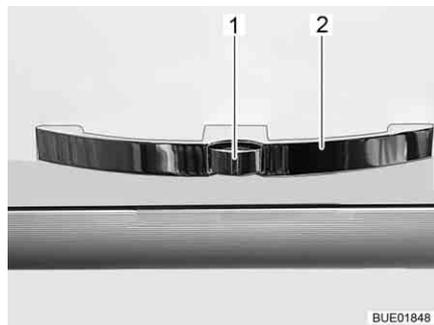

Bild 47 Möbelklappe mit Griff (Beispiel)
- Den Entriegelungsknopf (Bild 47,1) am Griff (Bild 47,2) drücken und gedrückt halten.